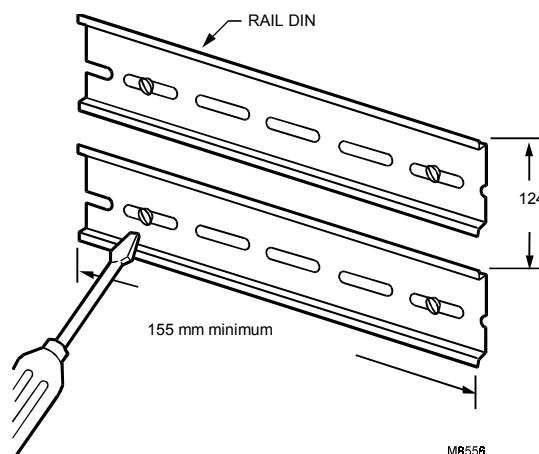

Fig. 4. Fixer les rails DIN.
- ❶ Fixer deux rails DIN de 155 mm minimum de long, en utilisant des vis appropriées au plan de pose. Espacer les deux rails DIN de 124 mm (distance entre les bords supérieurs respectifs des deux rails) en les maintenant horizontaux et parallèles. Voir Fig. 4.